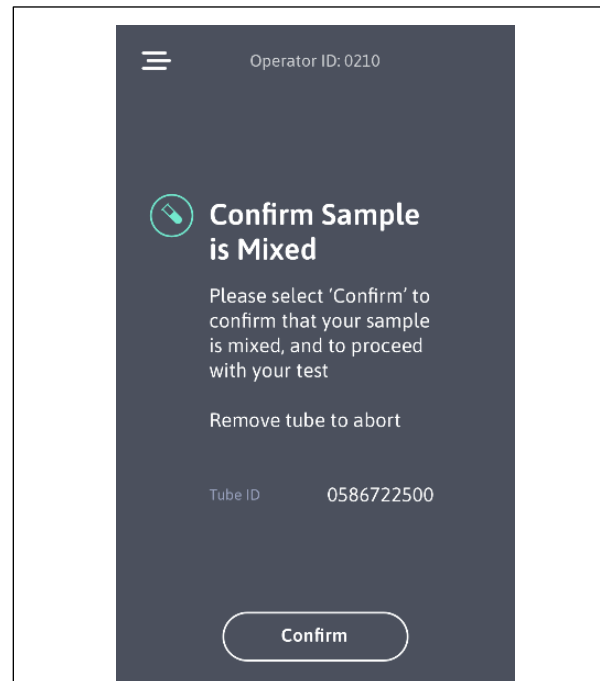

Abb. 15
- 4.2.2. Wählen Sie "Bestätigen" auf dem Touchscreen, um zu bestätigen, dass die Probe vor dem Einfügen entsprechend gemischt wurde (Fig. 15)